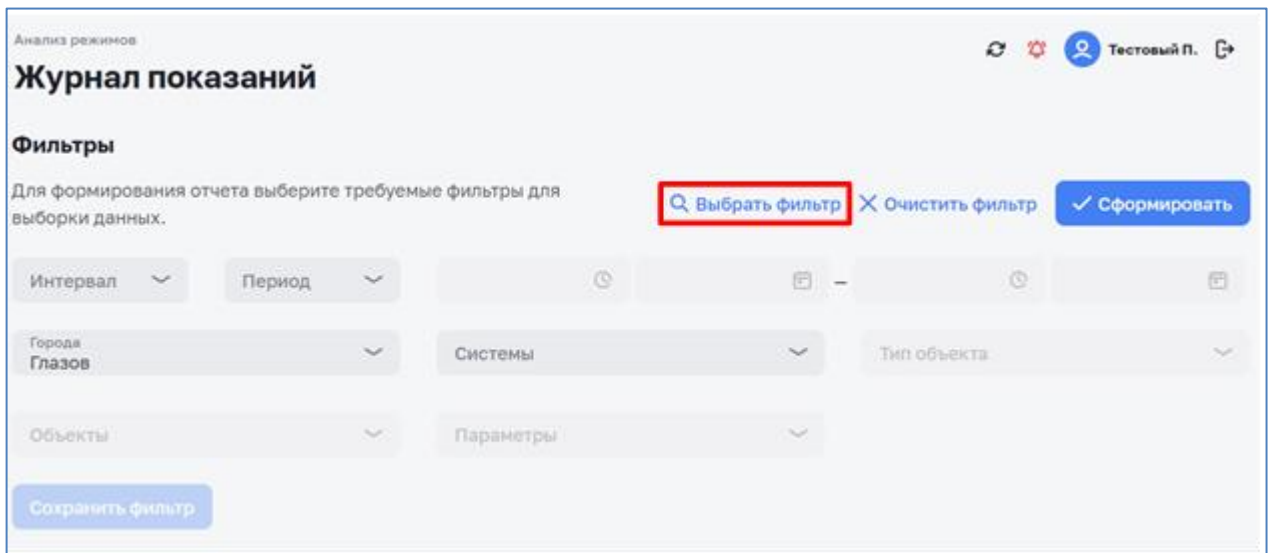

Рисунок 102 – Вызов экранной формы выбора фильтров
- нажать кнопку «Выбрать фильтр» (см. Рисунок 102);